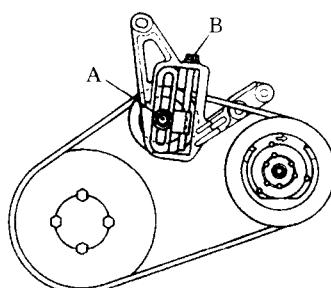

图 31 空调压缩机传动带调整点——1993 款华丽车 2.0L 发动机
③传动带松紧度也可用张力仪检查，此时传动带张力应达到 55~110lbf (250~500N)。
④要调整动力转向传动带的松紧度，需松开张紧轮的固定螺母。通过转动调整螺栓来调节传动带的松紧度，当达到期望的张力值时，拧紧固定螺母，再次检查松紧度 (图 31)。